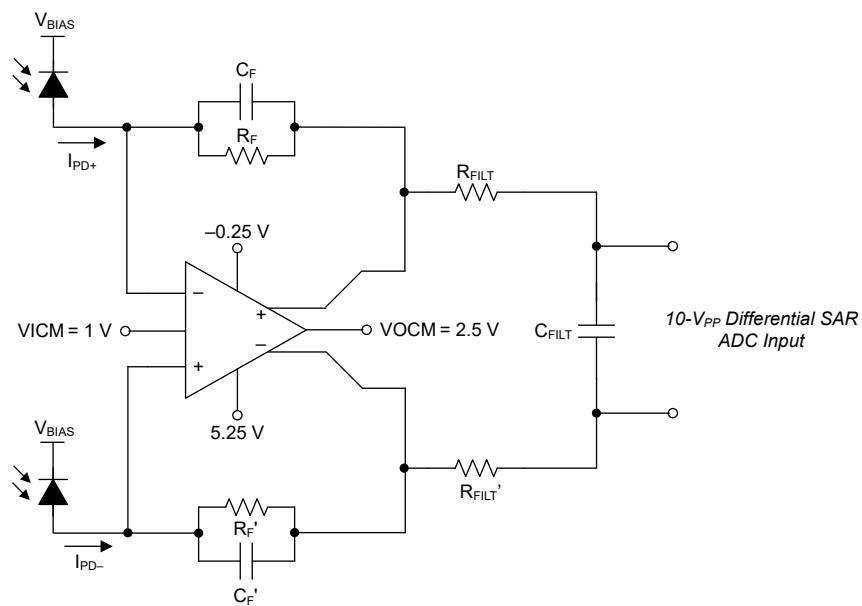
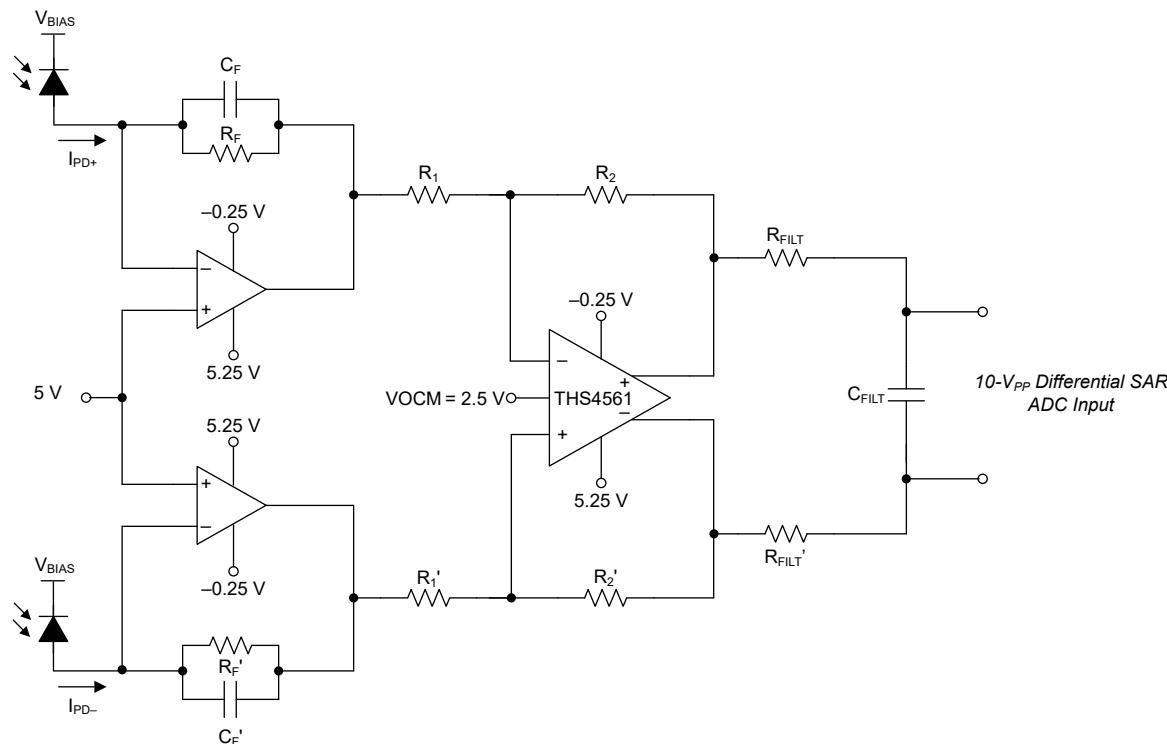
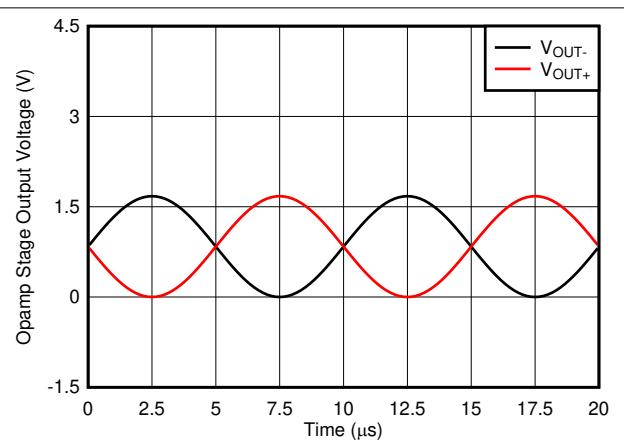

図 8-2. 差動 TIA + ADC ドライバ内蔵 THS4567
図 8-3. ディスクリート差動オペアンプ TIA + 2 段目 ADC ドライバ
図 8-6. 1 段目のディスクリートオペアンプ、トランジンピーダンスアンプ (OPA モード) の出力
THS4567 入力同相モード ループの主な使用事例は、周囲光による同相モード オフセットが大きい差動トランシッピーダンス アプリケーションです。このセクションでは、図 8-2 に示す入力同相モード ループがイネーブル (TIA モード) のときの THS4567 デバイスの性能を、図 8-3 に示す 2 つのディスクリートオペアンプ チャネル (OPA モード) を使用した差動 TIA 実装と比較します。
- 図 8-2 に示すように、カソードバイアスでフォトダイオード (PD) を構成している場合、両方の PD に光が入射したときに電流を供給します。PD の両端で逆バイアスを最大化するため、 V_{BIAS} は通常、アンプの正電源電圧または利用可能な最大の正電源電圧に設定します。
OPA モードの構成を、図 8-3 に示します。この構成では、PD の両端に逆バイアス ($5.25V - 5V = 0.25V$) が発生するため、TIA モードと比較して PD 容量が大幅に増加します。
図 8-3 に示す 1 段目のトランジンピーダンス アンプ構成の出力を、図 8-6 に示します。出力同相モードの中心は $0.83V$ です。同相モードでのオフセットは、周囲光によるオフセットによって発生します。さらに重要なことは、差動出力スイングがわずか $3.33V$ であることです。ADC のダイナミックレンジを最大化するために、後段の THS4561 差動アンプ段を $3V/V$ の信号ゲインに構成します。また、THS4561 デバイスはレベルシフトを実行して、出力同相モードの中心を $2.5V$ にします。